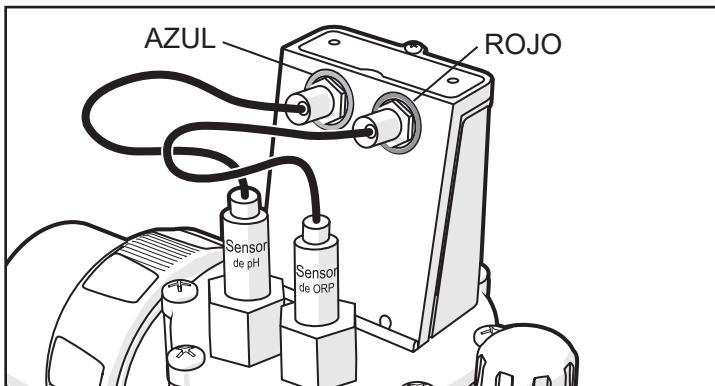

Figura 4. Conecte los cables de los sensores
10. Conecte el conector BNC del sensor de pH azul al conector izquierdo etiquetado BLUE (Azul) de la placa de circuitos electrónicos. Consulte la Figura 4.
11. Conecte el conector BNC del sensor de ORP rojo al conector derecho etiquetado RED (Rojo) de la placa de circuitos electrónicos. Consulte la Figura 4.